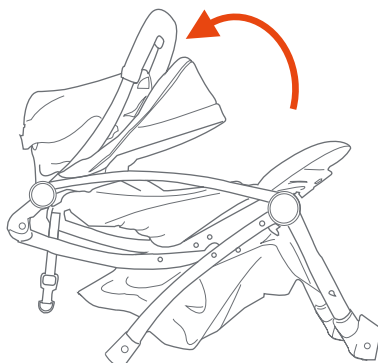

Fig. 1b
- Dépliez le châssis de la poussette en tirant sur la poignée de la poussette vers l'arrière (Fig. 1b).